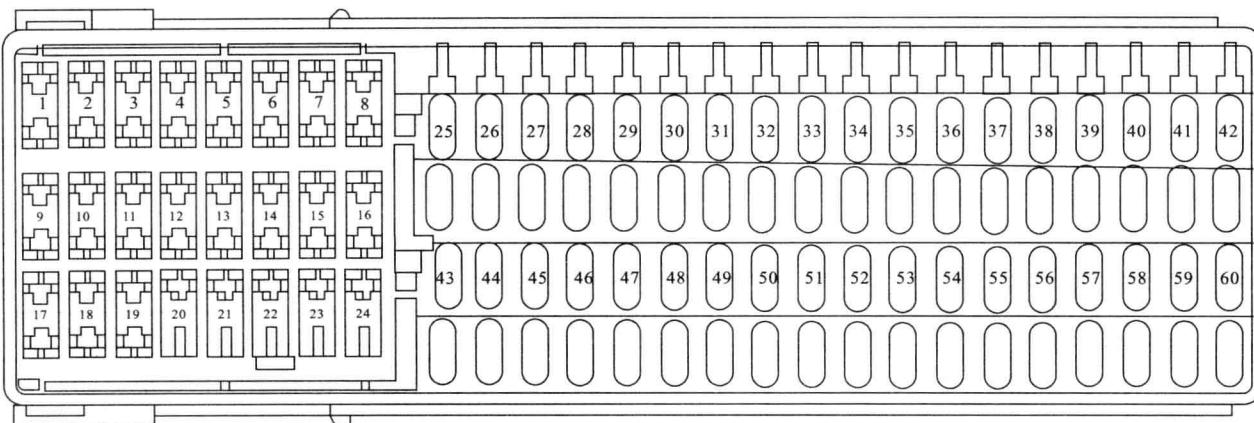

图 1-2 熔断器 (SC) 的位置
熔断器 (SC) 的位置如图 1-2 所示，其相关数据如表 1-2 所示。